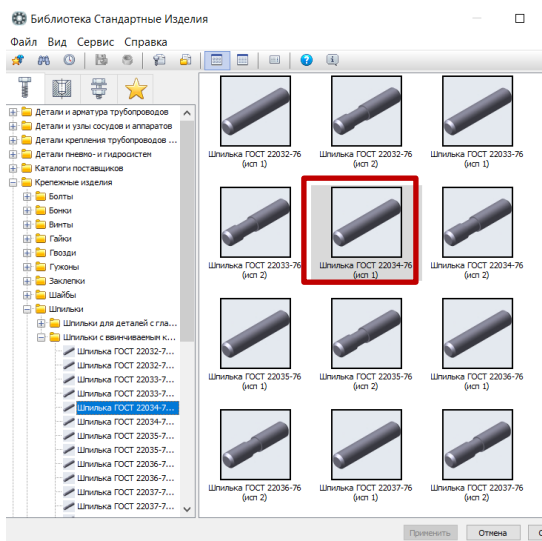

Рис. 21 Выбор Шпильки из Библиотеки Стандартные изделия
Крышка и корпус соединяются между собой с помощью стандартных крепежных изделий. Стандартные изделия загружают в файл сборки из Библиотеки стандартных изделий (рис. 21 – 24).
- **Сборка – Приложения – Стандартные изделия – Вставить элемент – Библиотека Стандартные Изделия – Крепежные изделия – Шпильки – Шпильки с ввинчиваемым концом – Шпилька ГОСТ 22034–76 (исп.1) (см. рис. 21).**